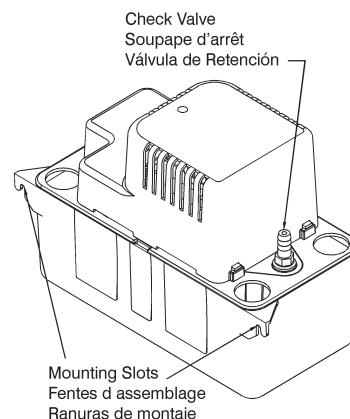

FIGURE 2
- The tank has two slots provided to mount the unit. The slots are located on the ends of the tank (Figure 2). The unit should be mounted either on the side of the air conditioner unit or nearby wall. Pump must be level and the inlet must be below the coil drain. Conduit fittings are not compatible with the plastic pump housing.
- The outlet piping should be flexible tubing secured with a hose clamp (not provided) or pipe (3/8 inch I.D. maximum to prevent excessive flow back to unit). From condensate unit, extend discharge piping straight up as high as necessary. Do not extend this line above the head/GPH of the particular model being installed. From this high point, slope discharge line down slightly to a point above drain area; then turn down and extend to a point below or approximately level with the bottom of the condensate unit. This will give a siphoning effect which will improve efficiency of the condensate unit and will, in most cases, eliminate the need for a check valve (Figure 2). If it is not possible to slope discharge line down, make an inverted "U" trap directly above the pump at the highest point.
3. Montage-Deux fentes situées à l'extrémité du couvercle de réservoir, permettent le montage. Celui-ci doit être fait près d'un climatiseur ou d'un mur (Figure 2). La pompe doit être à niveau et l'arrivée doit se trouver sous le serpentin d'écoulement. Son carter en plastique n'est pas compatible avec la tuyauterie.
2. Le tuyau de sortie, s'il est flexible, doit être fixé avec une pince à tuyaux (non comprise). S'il est rigide, il ne doit pas dépasser 3/8 po (0,5 cm) de D.I., afin d'éviter un reflux excessif vers la pompe. À partir de l'unité d'extraction, étirer verticalement le tuyau d'écoulement jusqu'à la bonne hauteur. Ne pas l'étirer au dessus de la tête/GPH du modèle installé. De ce point haut, incliner légèrement le tuyau d'écoulement vers un point situé au-dessus de lieu d'écoulement; rabattre et étirer jusqu'à un point situé en-doussois ou à peu près au même niveau que le bas du système de condensation ce qui donnera un effet de siphon qui en augmentera l'efficacité et éliminera pratiquement l'installation d'une soupape d'arrêt (Figure 2). S'il n'est pas possible d'incliner le tuyau d'écoulement, faire un branchement en U inversé, à un point situé le plus haut au-dessus de la pompe.